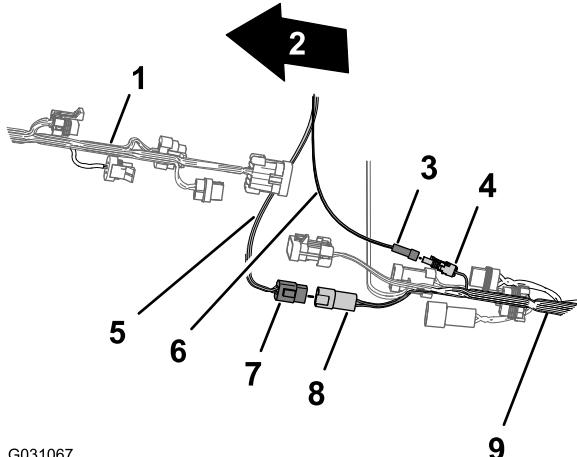

Bild 169
des hinteren Kabelbaums für das CAN 2, Sprühsteuergerät (Bild 169).
4. Schließen Sie den 1-Stift-Stecker des elektrischen Kabelbaums am 1-Buchsen-Stecker des hinteren Kabelbaums an (Bild 169).